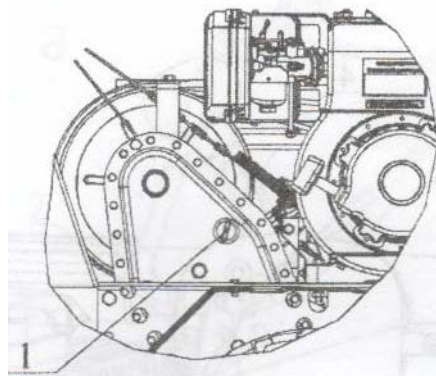

Рис. 9
- Выверните пробку 1 (см. Рис.9) и, наклонив мотоблок на правую сторону, слейте масло из редуктора.